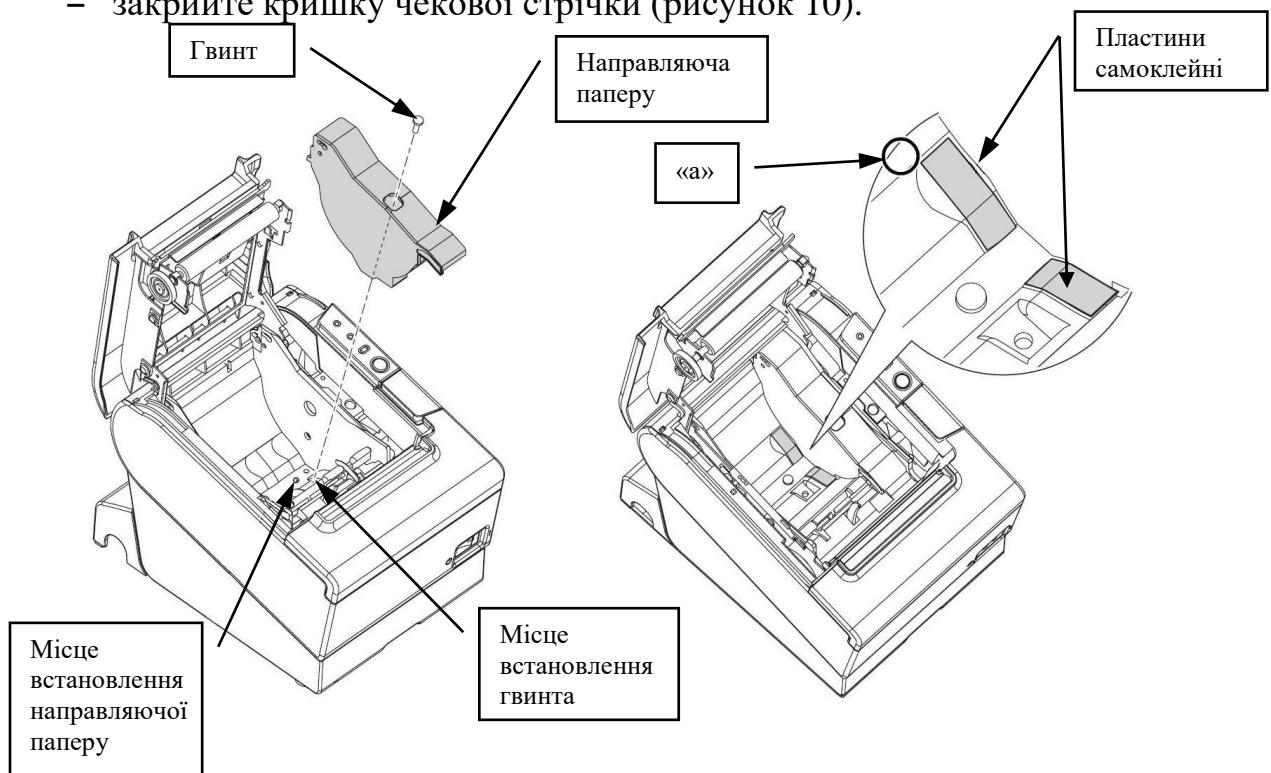

Рисунок 12 – Зміна ширини паперу
- встановити направляючу паперової стрічки (рисунок 12), щоб виступ знизу опинився напроти отвору;
- приkleїти дві пластиини самоклейні, як показано на рисунку 12. Переконайтесь, що відстань (рисунок 12 вид «а») між верхнім краєм пластиини та краєм направляючої паперу, складає не більше 0,5 мм;